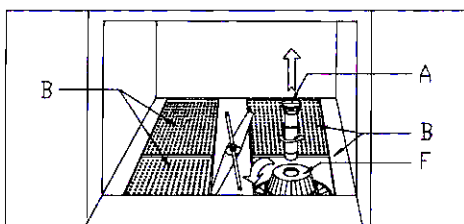

Рис. 12
- Каждый день промывайте фильтры-поддоны (B) и всасывающие фильтры (F). Для этого освободите устройство защиты от переполнения (A), поверните его по часовой стрелке и приподнимите. Затем замените (F) и установите (A) на место (рис. 12).